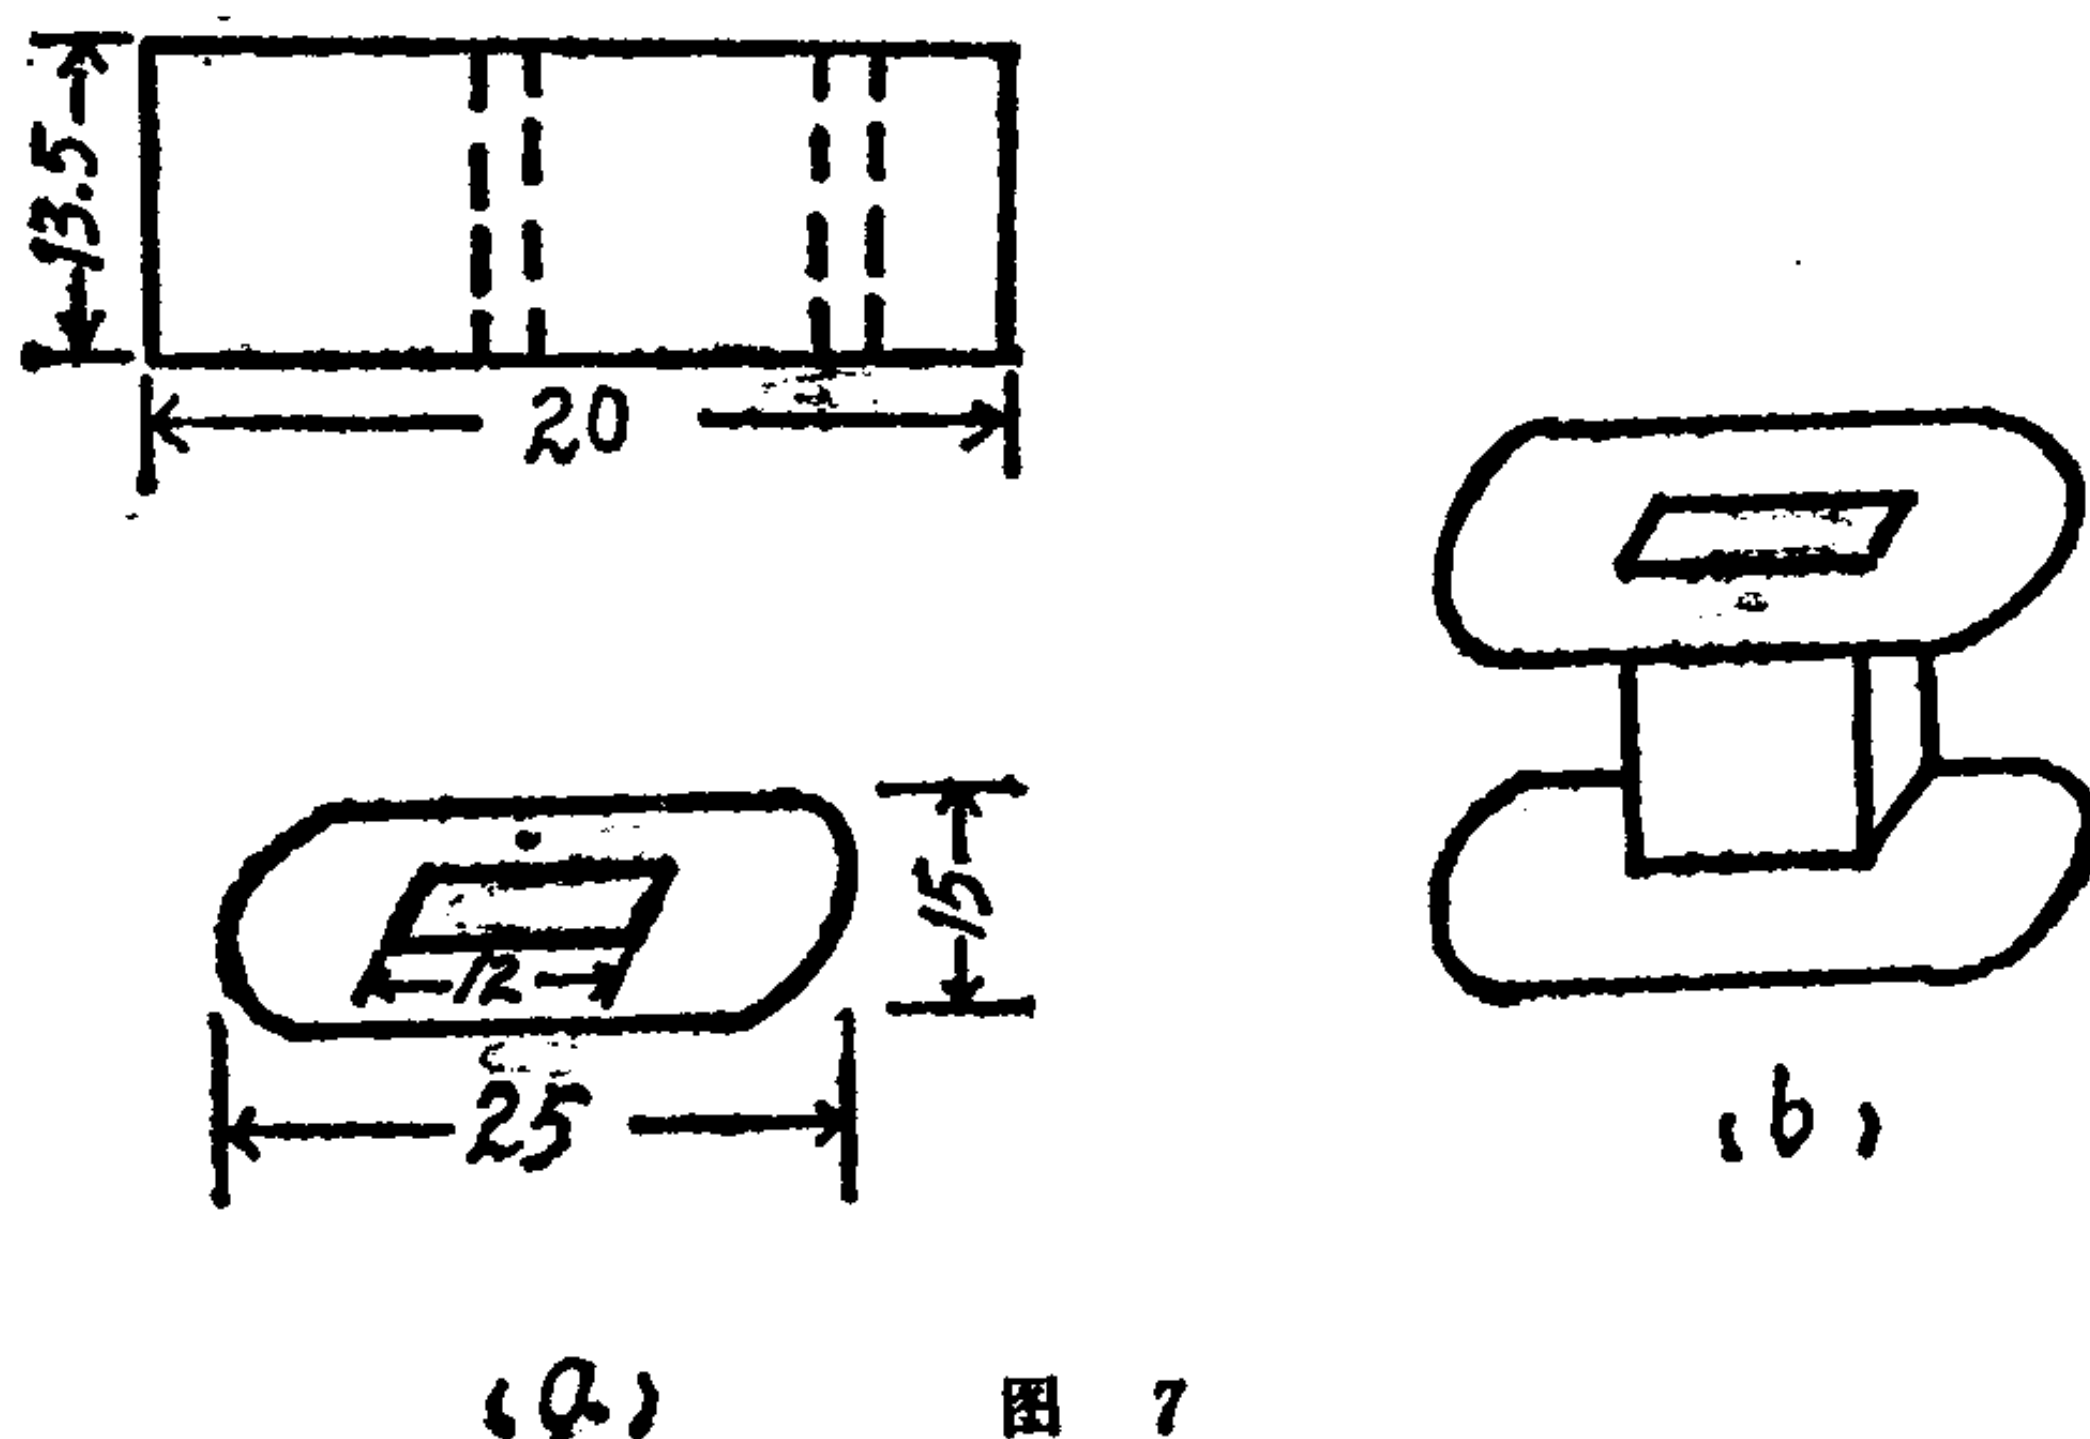

图 7
(4)线圈支架: 将牙膏纸盒按图 7(a)中的尺寸用剪子剪下来, 然后用乳胶把它象图 7(b)的样子粘